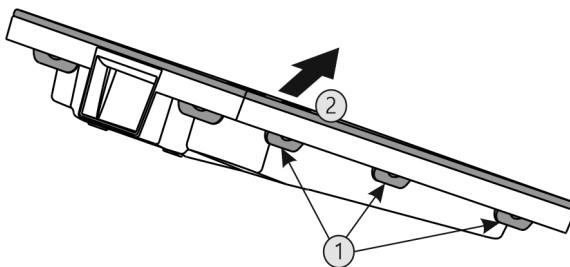

Fig. 62
- ▶ Premere una dopo l'altra tutte le linguette Fig. 62 (1) e rimuovere la copertura Fig. 62 (2).